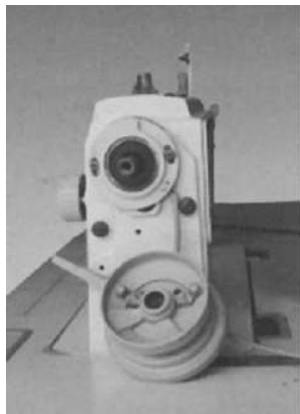

figura 8
- C. Fije la polea, Ajuste la posición de la polea en el eje, dejar una distancia de 2-3mm entre los imanes y el sincronizador. Girar la polea para asegurar que no hay fricción. (ver figura 8 y 9)